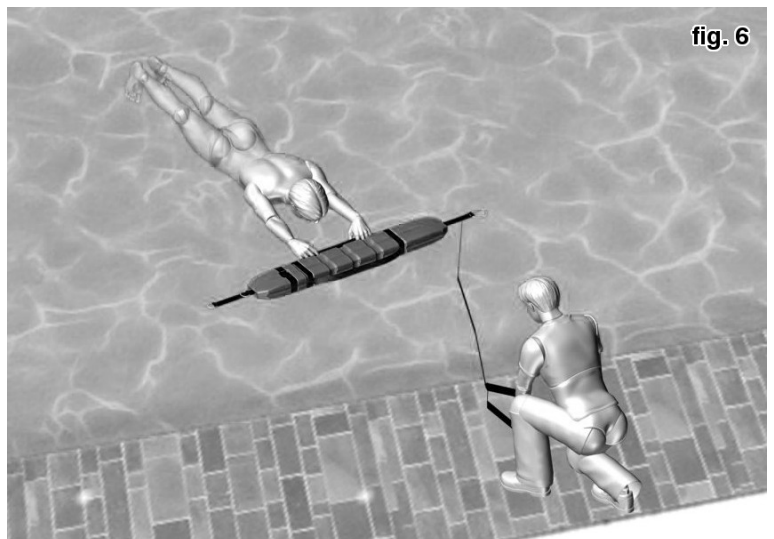

fig. 6
- Porgere Dolphin al soggetto in difficoltà, stando inginocchiati e assicurandosi di arretrare il peso, in modo da non essere trascinati in acqua (Fig.6).